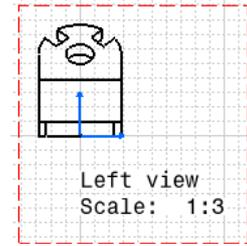

Ilustración 620: Vista seleccionada.
- Seleccionar activa la vista a partir de la cual se va a realizar la sección (Ilustración 620).